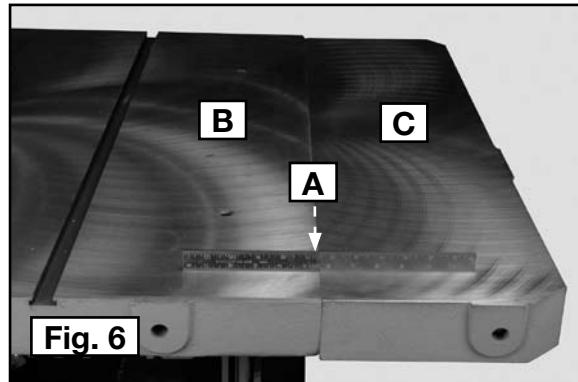

Fig. 6
Placer une règle droite (A) fig. 6, sur la scie (B) et la table à rallonges (C), au-dessus du premier boulon pour vérifier le niveau. Lorsque les deux boulons sont au niveau, les serrer. Suivre la même procédure pour le boulon plus éloigné. Serrer solidement toute la boulonnnerie.